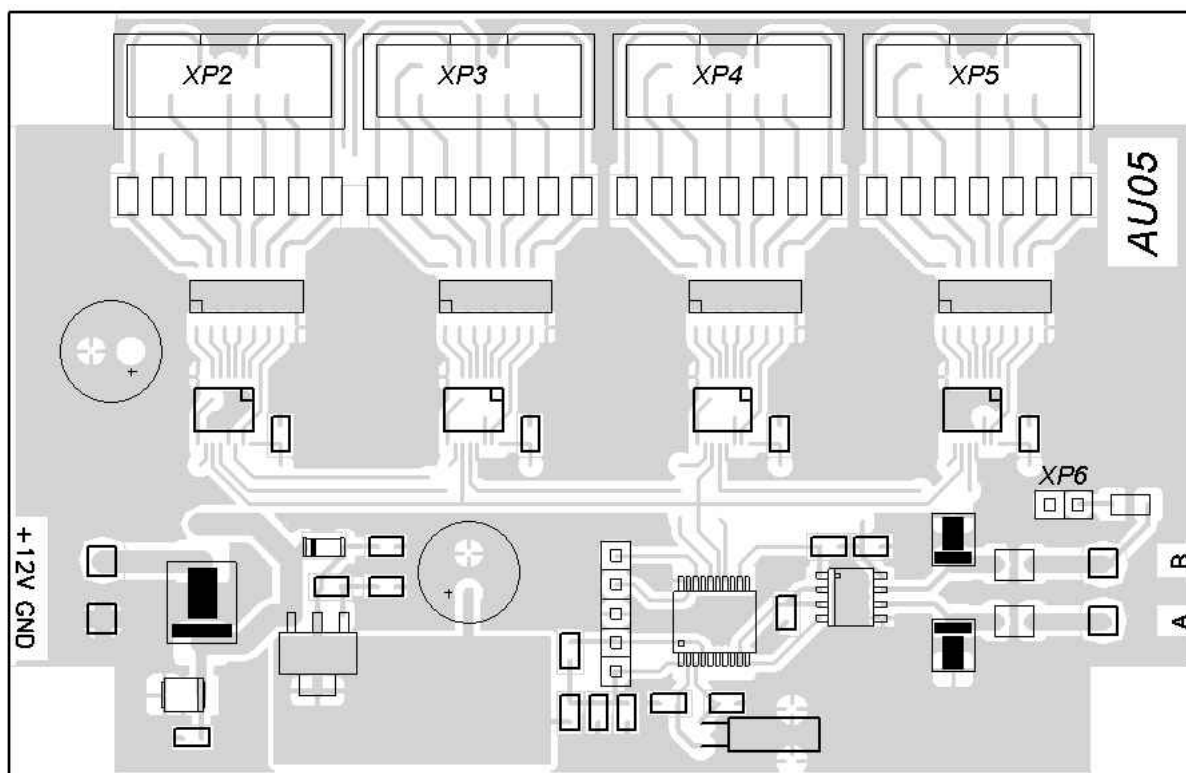

Рисунок 3 Плата AU05.700.00
5.2.2 На установленной в TCB плате AU05.700.00 (рис. 3) расположены: